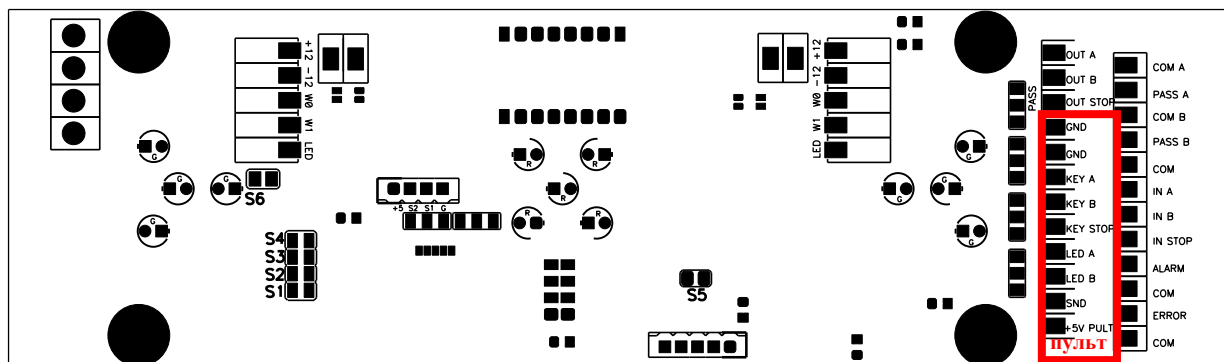

Рисунок 2.1.1 – Плата управления (сторона деталей)
- Пульт подключается только к плате управления турникетом (рисунок 2.1.1), при необходимости подключения к СКУД – использовать выходы платы управления OUT\_A, OUT\_B, OUT\_STOP, предварительно установив в верхнее положение переключки STOP, IN\_A, IN\_B.